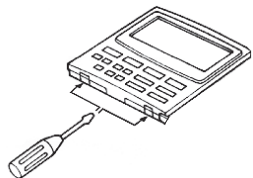

Fig. 3-116
- Rimuovere il coperchio del telecomando cablo opzionale. (Fig. 3-116)